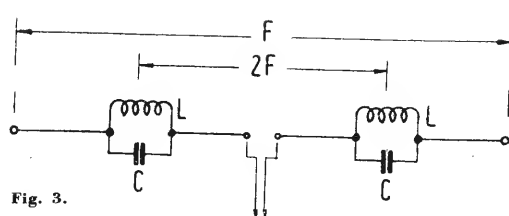

Fig. 3.
In fig. 3 è mostrato come si realizza quest'antenna. La lunghezza massima sarà pari a $\lambda/2$ dell'onda di lavoro più bassa di frequenza (F). I due circuiti oscillanti invece disteranno fra loro $\lambda/2$ dell'onda di lavoro più alta di frequenza (2F).